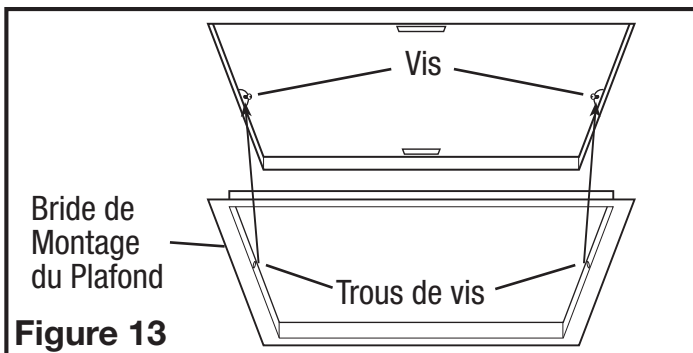

Figure 13
4. **MODÈLES À VITESSE VARIABLE :** Décidez d'abord si vous aurez besoin de plus ou de moins de 65 CFM de ventilation à vitesse lente. Si vous avez besoin de moins de 65 CFM, placez l'interrupteur à bascule de la limite inférieure de CFM sur une portée de 30-60. Si vous avez besoin de plus de 65 CFM, placez l'interrupteur à bascule de la limite inférieure de CFM sur une portée de 70-120. Une fois que vous avez décidé sur le flux d'air minimum requis, le niveau de CFM à basse vitesse du ventilateur peut être ajusté à l'aide du bouton de réglage inférieur (30-60 CFM) ou du bouton de réglage du milieu (70-120 CFM). Le niveau de CFM à haute vitesse souhaité peut être ajusté en utilisant le plus supérieur bouton de réglage (**Figure 13**).